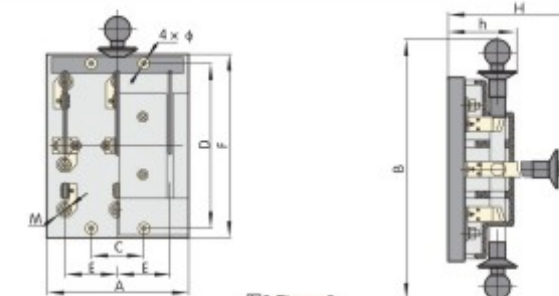

图2 Figure 2
- HS11F板前接线(见图2、表3)。 Front connection for HS11F(See Figure 2, Table 3)